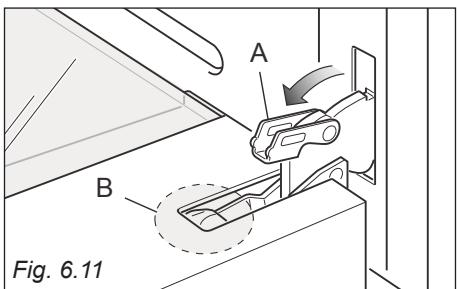
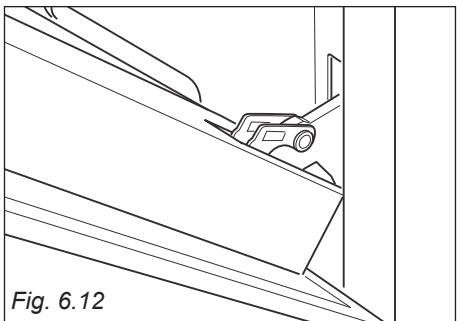

Fig. 6.11
Fig. 6.12
- Ouvrez complètement le levier "A" sur les charnières de gauche et de droite (fig. 6.11).
- Refermez doucement la porte (fig. 6.12) jusqu'à ce que les leviers "A" des charnières gauche et droite s'accrochent sur la partie "B" de la porte (fig. 6.11).